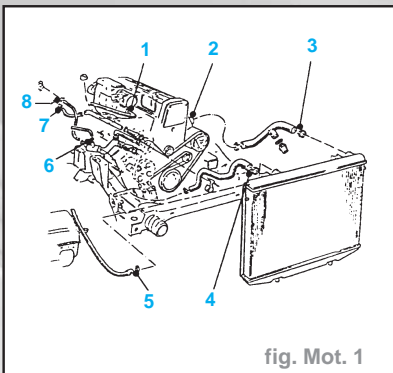

fig. Mot. 1
- Les durits de radiateurs (3, 4 et 5) (fig. Mot. 1).
- La durit au raccord d'arrivée d'eau du collecteur d'admission et au vase d'expansion - (6).
- La durit de retour d'eau du collecteur d'admission - (1).
- Reposer les durits de refroidissement (fig. Mot. 1).